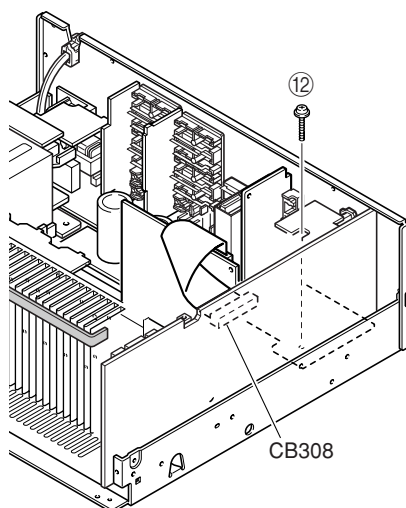

Fig. 5
5. Removal of FUNCTION (1) ~ (6), POWER (8) P.C.B.s and Tuner
- Remove CB308. (Fig. 5)
- Remove 1 screw (⑫). (Fig. 5)
- Remove FUNCTION (1) ~ (6), POWER (8) P.C.B.s and the Tuner. (Fig. 5)
5. FUNCTION (1) ~ (6)、POWER (8) P.C.B.、TUNERの外し方
- CB308を外します。(Fig. 5)
- ⑫のネジ1本を外します。(Fig. 5)
- FUNCTION (1) ~ (6)、POWER (8) P.C.B.、TUNERを取り外します。(Fig. 5)